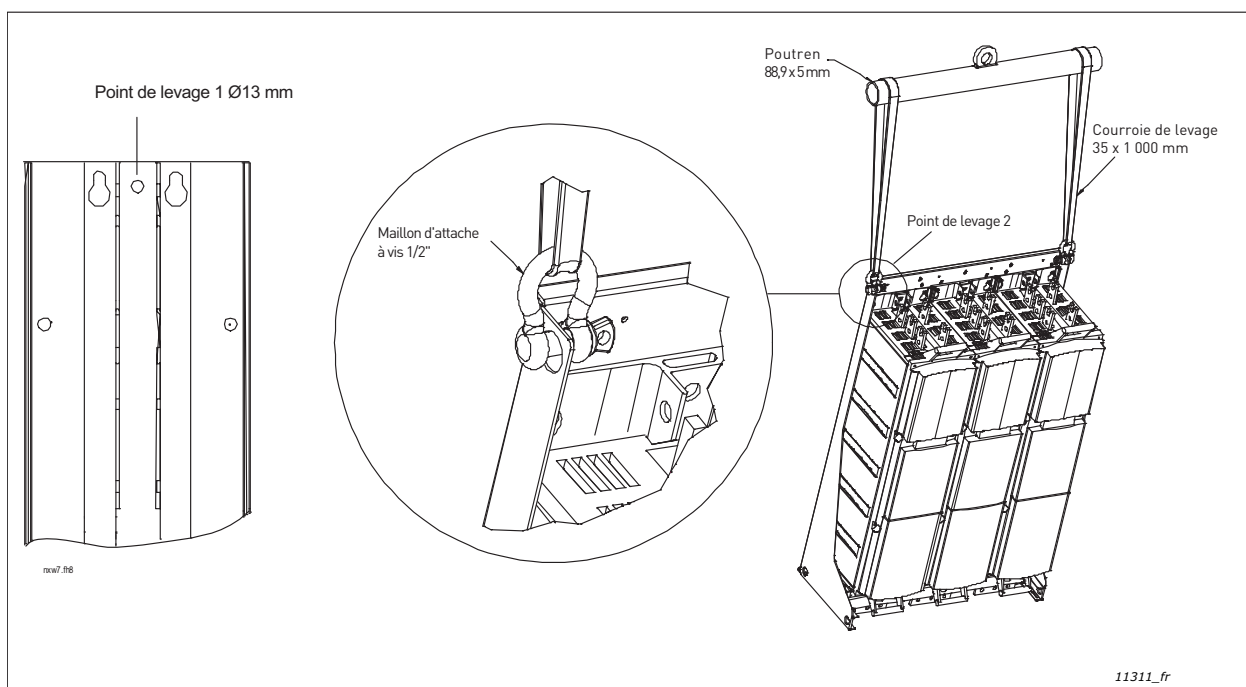
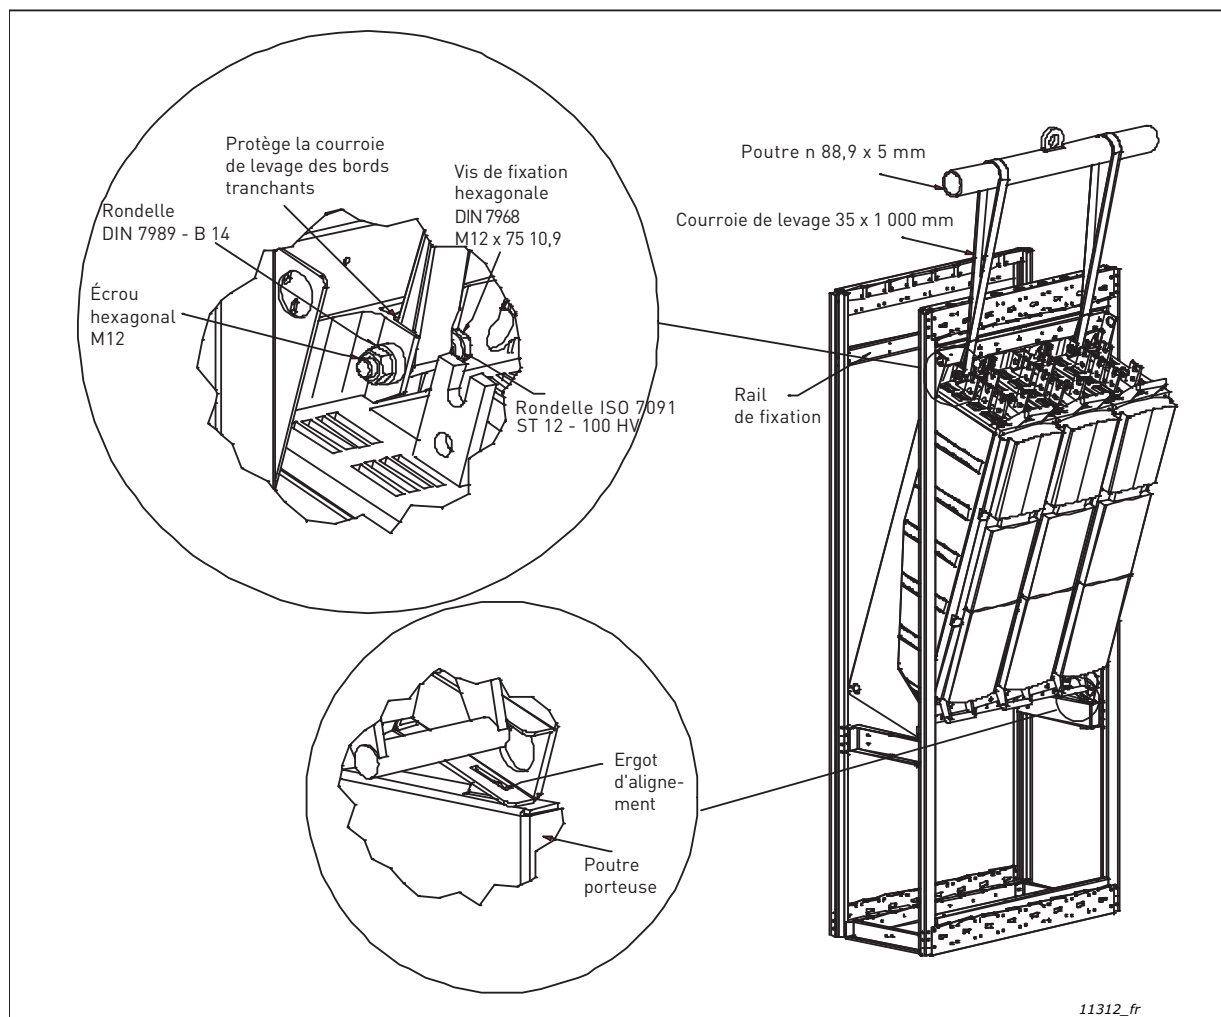
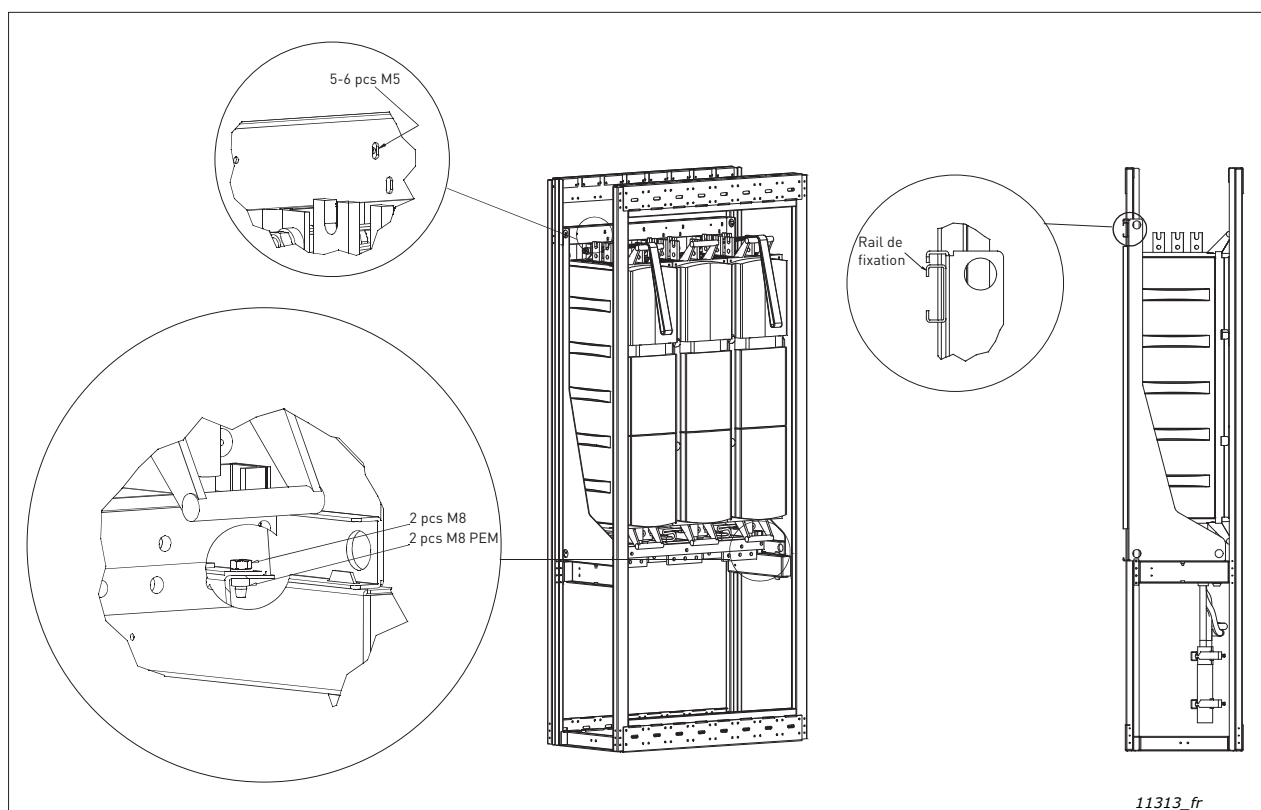

Figure 3. Points de levage pour convertisseurs composés d'un seul module (gauche) et de plusieurs modules
Figure 4. Levage du convertisseur dans un espace réduit d'installation
Figure 5. Fixation du convertisseur au bâti
Pour les modules sans console de fixation (voir Chapitre 5.1.2.1), le meilleur point de levage est le ou les perçages au centre de la plaque de montage (point de levage 1). Pour les VACON® NX refroidis par liquide qui sont composés de plusieurs modules, la procédure la plus facile et la plus sûre consiste à les lever par les trous situés dans le support de montage (point de levage 2) à l'aide d'un maillon d'attache à vis 1/2". Vérifiez les dimensions recommandées pour la courroie et la poutre de levage. Voir Figure 3.
Dans ce cas, suivez la procédure de levage décrite à la Figure 4. Le montage s'avère plus simple et plus sûr si le convertisseur peut être posé sur une poutre porteuse fixée au bâti. Nous conseillons également l'utilisation d'un goujon d'alignement.
Pour stabiliser l'armoire et le variateur, il est conseillé de monter un rail de fixation au dos de l'armoire et d'y fixer le haut du variateur en utilisant 5 ou 6 vis M5. Les schémas ci-dessus s'appliquent également aux armoires Rittal ou Veda. Utilisez également des boulons et des écrous M8 pour fixer le variateur à la poutrelle de support. Voir Figure 4 et Figure 5.
**REMARQUE !** Ne soulevez jamais un convertisseur par sa ou ses poignées en plastique à l'aide d'un appareil de levage, tel qu'une grue à flèche ou un treuil. La procédure de levage recommandée pour ces unités est décrite à la Figure 3 et à la Figure 4.